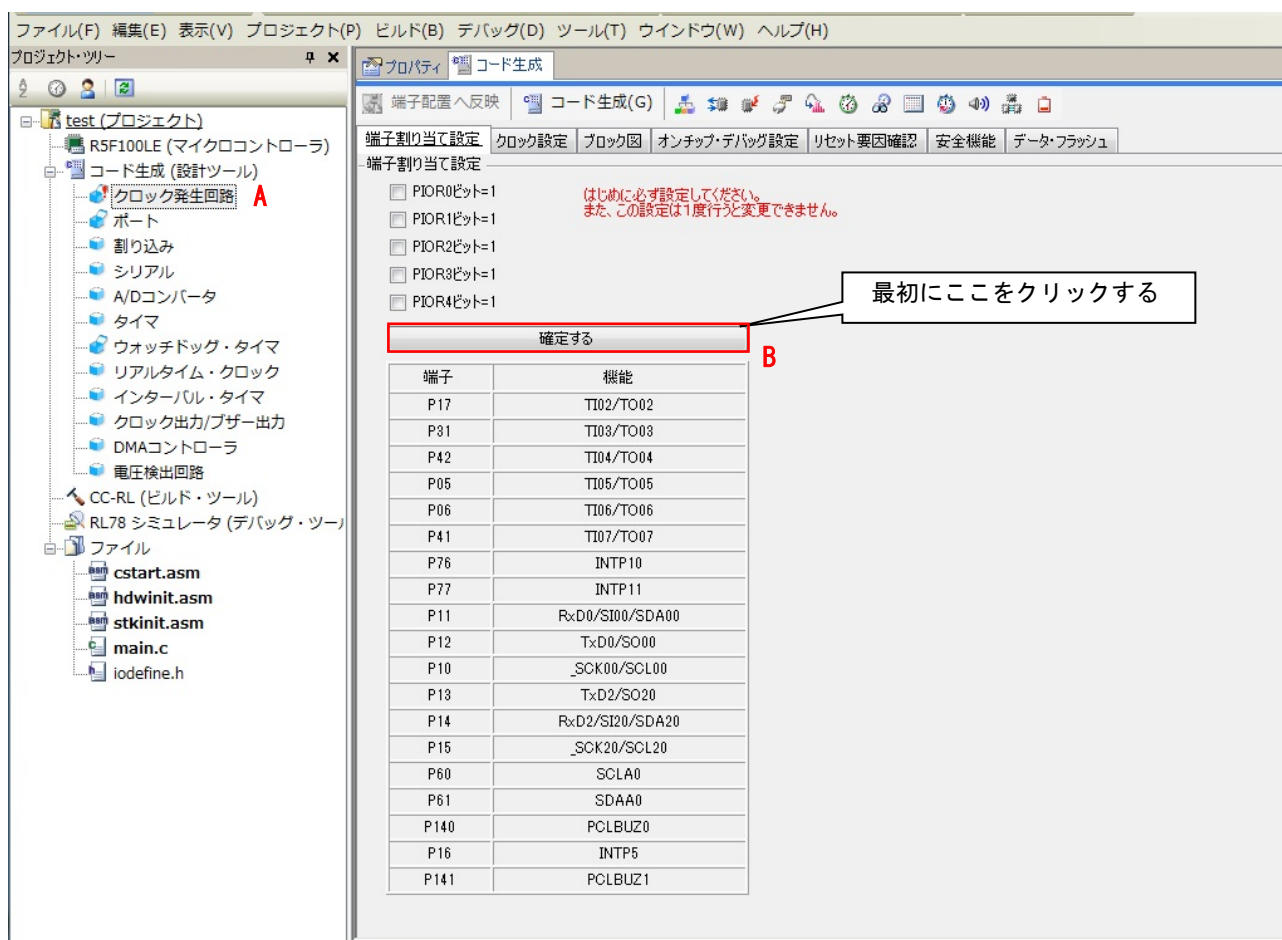

図 2.1 コード生成ツールの設定画面 (1)
- (1) プロジェクト・ツリーの中からコード生成（設計ツール）の「クロック発生回路」をクリックします。（図 2.1 の A）
- (2) 「端子割り当て設定」を行い、[確定する]ボタンをクリックします。（図 2.1 の B）